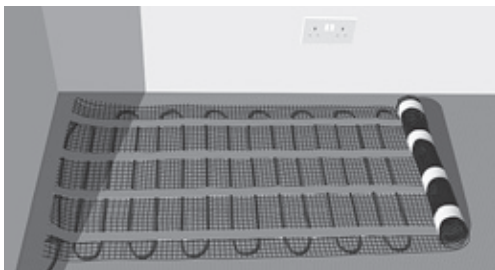
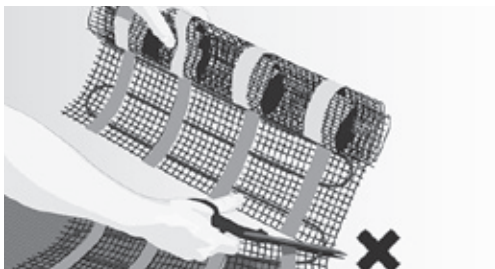
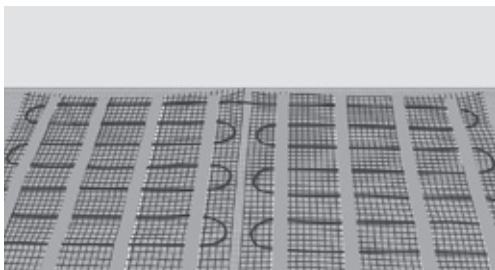

Fig. 4. Matte ausrollen
Fig. 5. Schneiden und drehen, ohne das Kabel zu beschädigen
Fig. 6. Boden mit Matte belegt
8. Rollen Sie die Matte auf die Seite des Bodennetzes aus, bis Sie die Wand oder ein Hindernis erreichen (Abb. 4). Schneiden und drehen Sie die Matte, um sie noch weiter zu verlegen. Schneiden Sie das Kabel nicht ab (Abb. 5). Wiederholen Sie dies, bis Sie den Boden abgedeckt haben (Abb. 6).